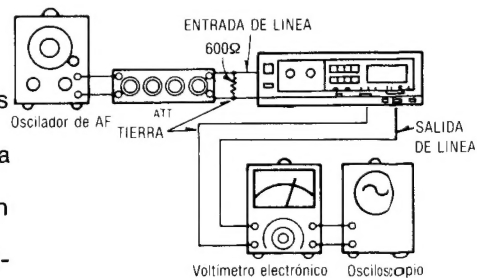

Fig. 15
1. La conexión del equipo de prueba se muestra en la Fig. 15.
8. Repetir desde el punto (2).
1. Efectuar las conexiones según se muestra en la Fig. 15.